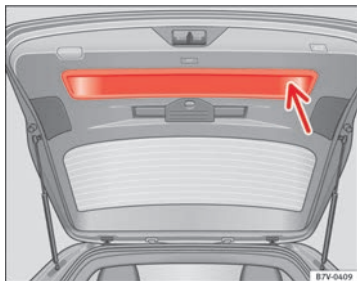

Fig. 55 Rear lid open:
- Grab the handgrip inside the rear lid ⇒ Fig. 55 (arrow).